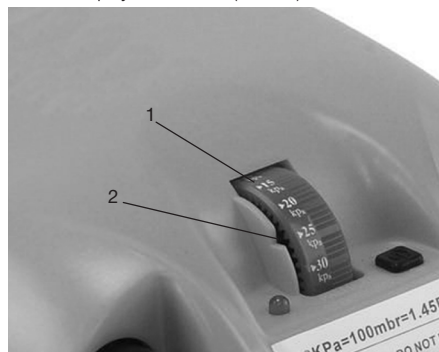
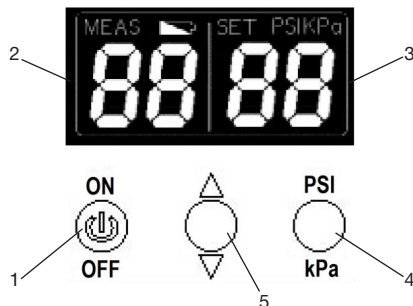

Рис. 3 Установка давления на насосе GP-80
Рис. 4 Установка давления на насосе GP-80D
2. Установите зажимы проводов питания на выводы аккумулятора. На модели GP-80 при правильном подключении к аккумулятору загорается индикатор 3 (Рис. 3). На модели GP-80D при правильном подключении к аккумулятору загорается информационный дисплей (Рис. 4).
- Вращая регулятор 1, установите требуемое давление воздуха напротив метки 2 на корпусе насоса (Рис. 3).
- Нажатием на кнопку 5 вверх или вниз установите требуемое давление. Установленное давление отображается на правой стороне 3 информационного дисплея (Рис. 4). Установка давления возможна в кПа и psi. Переключение между данными единицами измерения осуществляется нажатием на кнопку 4 (Рис. 4). Если в руководстве по эксплуатации Вашей лодки требуемое давление указано в других величинах, для правильной установки требуемого давления эти величины нужно перевести в кПа или psi.
5. Во время работы модели GP-80D на левой стороне 2 информационного дисплея отображается давление в напорной магистрали и, если аккумулятор разряжен, индикатор низкого напряжения аккумулятора (Рис. 4).
3. Установите зажимы проводов питания на выводы аккумулятора. На модели GP-80 при правильном подключении к аккумулятору загорается индикатор 3 (Рис. 3). На модели GP-80D при правильном подключении к аккумулятору загорается информационный дисплей (Рис. 4).